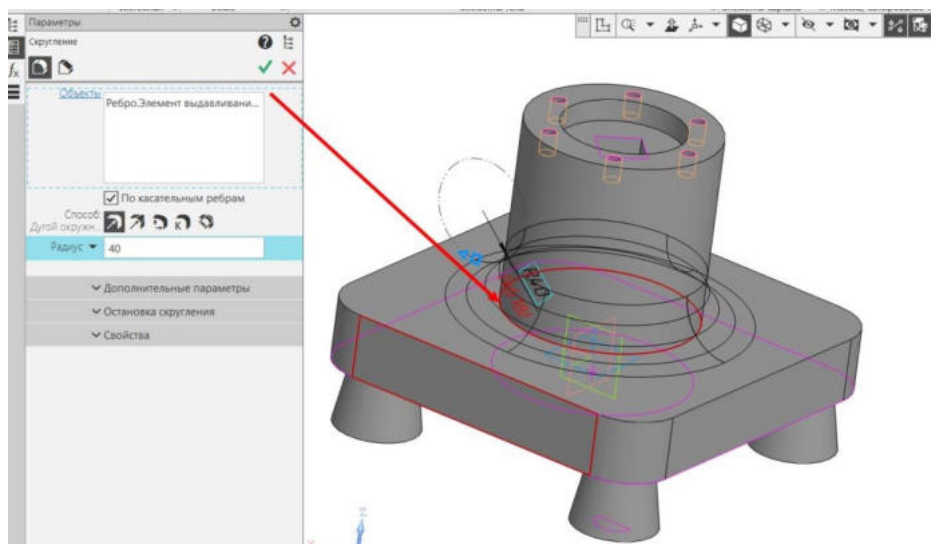

Рисунок 5.24
**Скругление**, укажем: **Объекты** – ребро цилиндра, **Радиус** – **40** (рисунок 5.24). **Принять**.